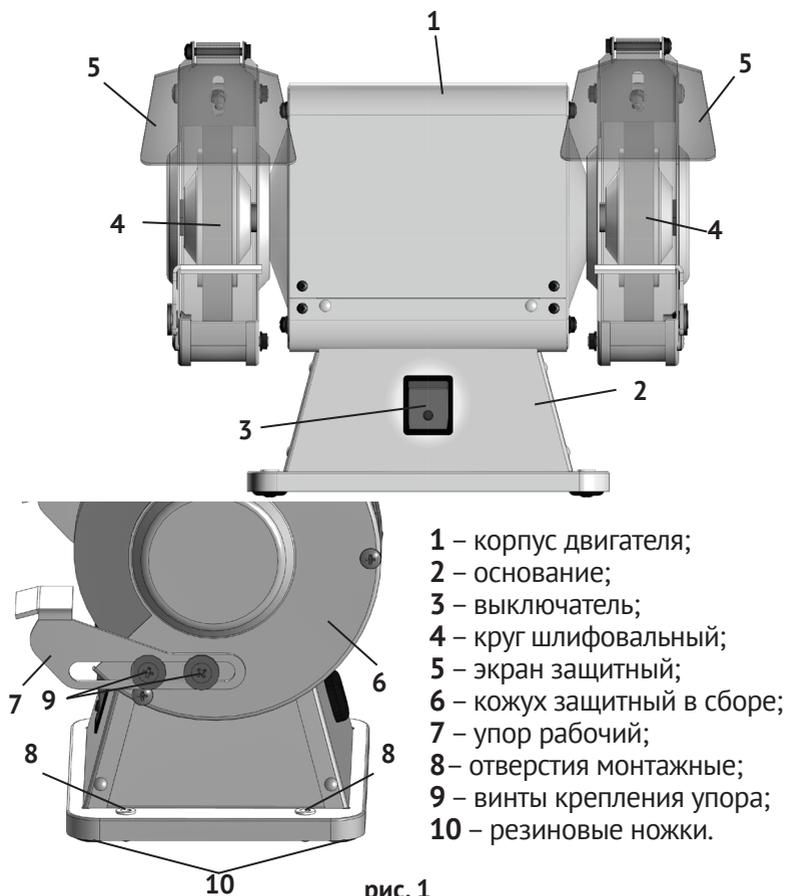

рис. 1
1.5 Общий вид точила представлен на рис.1:
Точило состоит из асинхронного двигателя в металлическом корпусе (рис.1 поз.1) закреплённом на основании (рис.1 поз.2). На якорь двигателя (с двух сторон), между опорным и зажимным фланцами крепится шлифовальный/ точильный круг (рис.1 поз.4). Это основной рабочий инструмент точила. Для безопасной работы на корпусе двигателя смонтированы защитные кожухи (рис.1 поз.6). На кожухе крепится прозрачный (защитный) экран (рис.1 поз.5) и рабочий упор (рис.1 поз.7), обеспечивающий опору затачиваемому инструменту.
Выключатель (рис.1 поз.3) расположен на основании точила (рис.1 поз.2). Он имеет два фиксированных положения, обозначенных символами: «I» - включено и «0» - выключено (МЭК 60417). Сверху, на корпусе защитного кожуха стрелкой указано направление вращения круга.
Сделайте на столе разметку под монтажные отверстия точила, просверлите. Выкрутите штатные винты крепления резиновых ножек (рис.1 поз.10) из монтажных отверстий (рис.1 поз.8). Установите точило на верстаке (рабочем столе) и закрепите, используя монтажные отверстия (рис.1 поз.8).
2.1.2 Закрепите на кожухах, используя крепёж из комплекта поставки, рабочие упоры (рис.1 поз.7) и защитный экран (рис.1 поз.5).